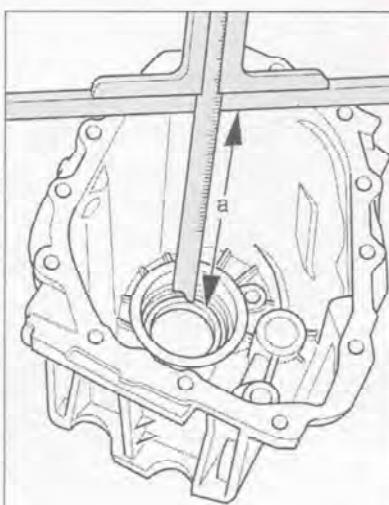

Рис. 7.157. Измерьте расстояние a на новом и старом корпусе коробки передач.
2. Измерьте расстояние a на новом и старом корпусе коробки передач (рис. 7.157).